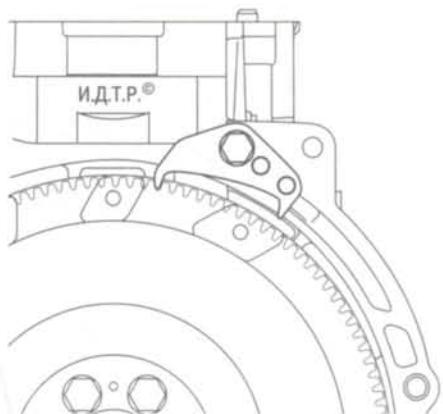

Рис. 5.14. Фиксация маховика
15. Зафиксируйте маховик от проворачивания специальным приспособлением (рис. 5.14).
33. Зафиксируйте маховик от проворачивания специальным приспособлением (рис. 5.14).